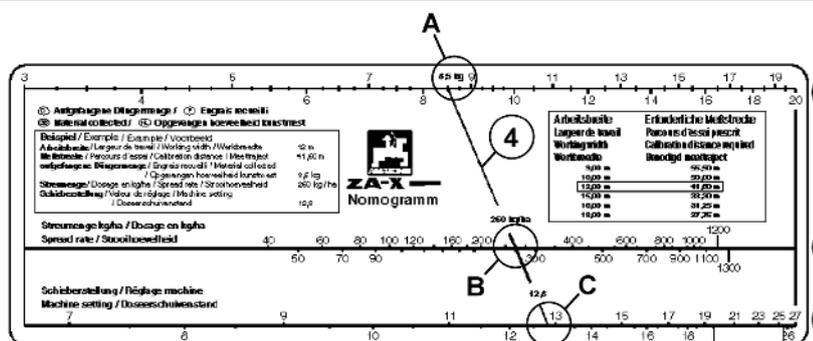
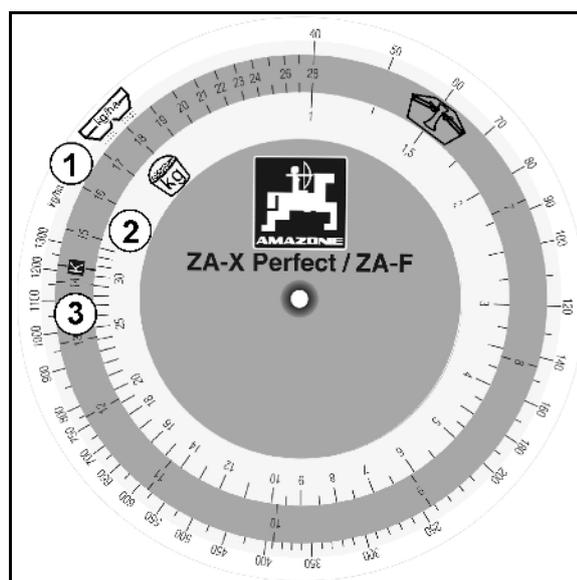

Fig. 68
Fig. 69
3. Prendre le trajet de mesure requis (41,6 m) dans le tableau (Fig. 68) du nomogramme ou sur le dos de la règle à calcul (Fig. 69) pour la largeur de travail requise (12 m).